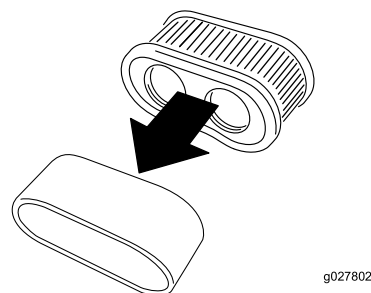

Figura 44
5. Retire o elemento de esponja do elemento de papel (Figura 44).